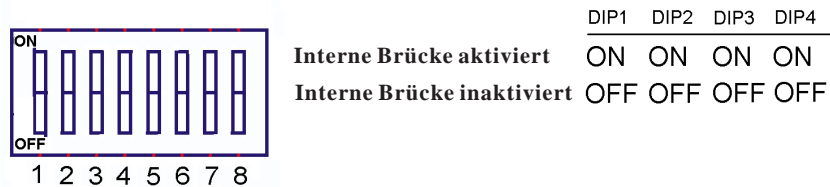

Abbildung 15. DIP-Schalterstellung beim TX-Modul
1. Stellen Sie den DIP-Schalter für die interne Brücke ein. Die richtigen Schalterstellungen entnehmen Sie bitte Abb. 15 und Abb. 15.